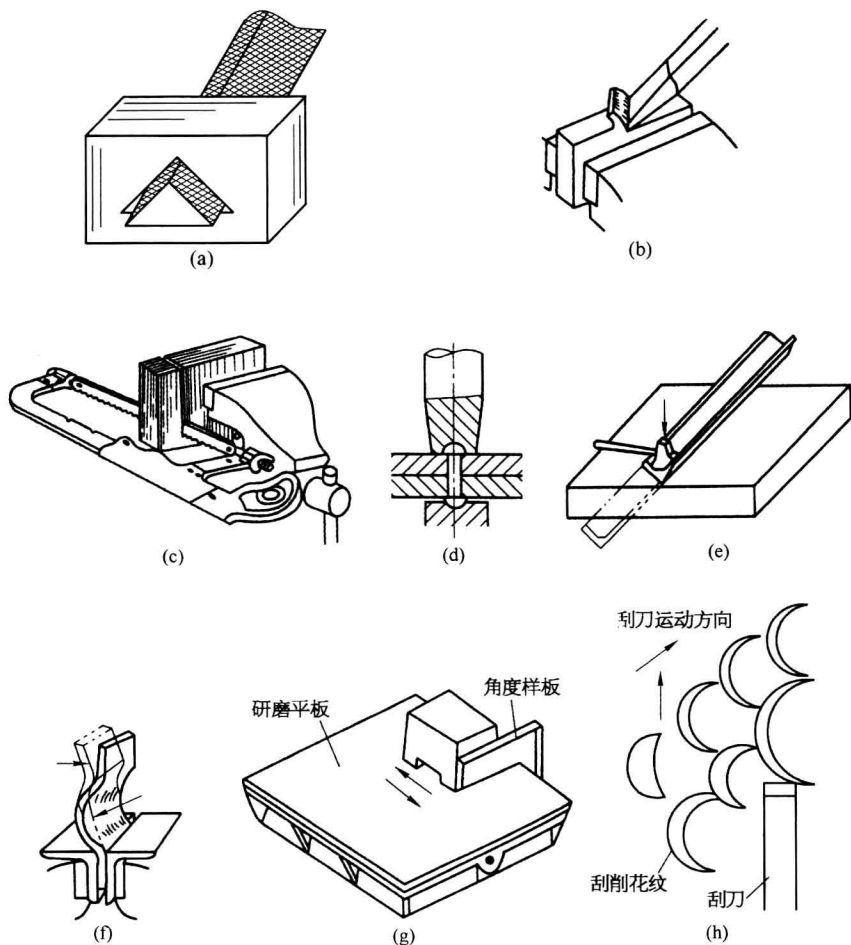

图 1-1 钳工手用工具作业示例
(1) 手用工具作业 手工作业内容示例如图 1-1 所示, 包括锉削、錾削、锯削、铆接、矫正、弯形、研磨、刮削等。